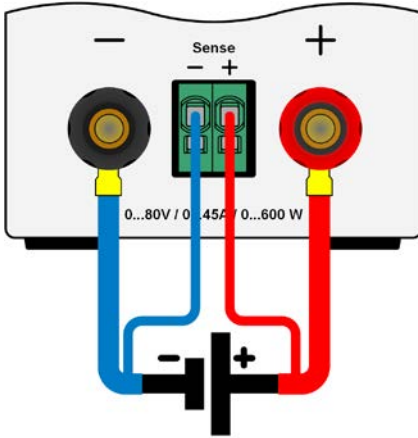

Figure 6 - Exemple de câblage distant
- Le contrôle distant est uniquement possible en fonctionnement à tension constante (CV) et l'entrée «Sense» doit être déconnectée dans les autres modes de régulation si possible, car si elle est connectée elle augmente le risque d'oscillations.
- Le câble + sense doit être relié au + de la source et - sense au - de la source, sinon l'entrée Sense peut être endommagée. Par exemple voir *Figure 6* ci-dessous.